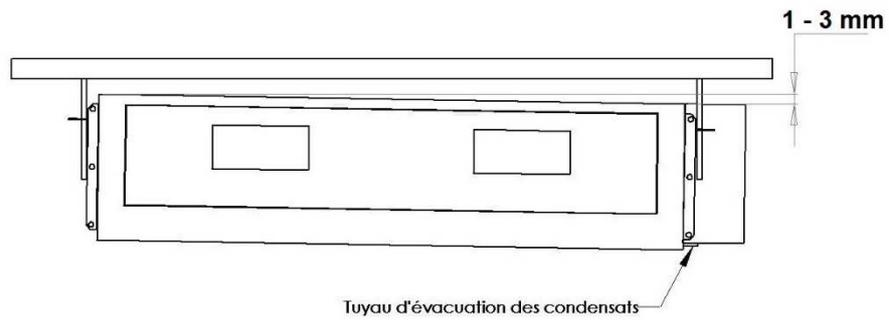

Figure 1
- Ajuster la pente d'évacuation de 1 à 3 mm du côté de l'écoulement d'eau pour faciliter l'évacuation des condensats (fig 1)